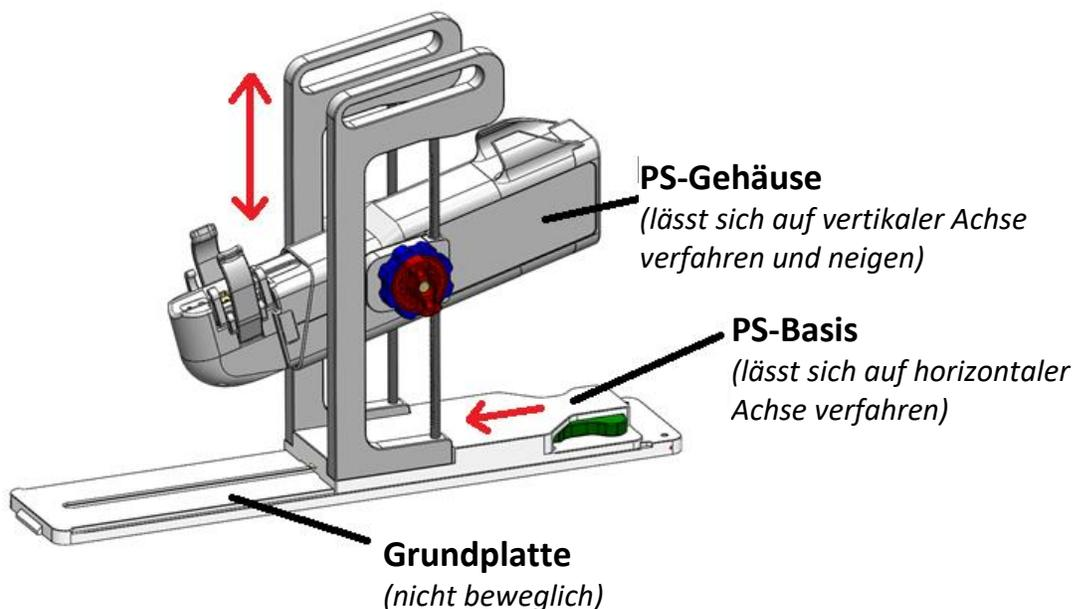

Abbildung 51: Einstellen des Positionierungssystems
5. MRT-MTRA: Bringen Sie das PS manuell in Position, sodass der UA-Greifer im natürlichen Winkel des UA im Patienten ausgerichtet ist. Bewegen Sie die Basis des PS manuell vor und zurück, nach oben und unten, und neigen Sie die Linearachse des PS nach oben und unten (*Abbildung 51*).
HINWEIS: Drehknöpfe und Hebel des PS besitzen keine Farbkennzeichnung wie in *Abbildung 51* gezeigt. Sie sind hier lediglich zum Veranschaulichen dieser Anweisungen farblich gekennzeichnet.